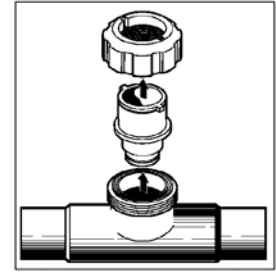

图 3
4. 找到位于流量装置上的传感器，拆除传感器上的联结螺丝。然后轻轻垂直向外拉，拆除线状嵌入物（图 3）。嵌入物应置于“O”形橡皮圈中。